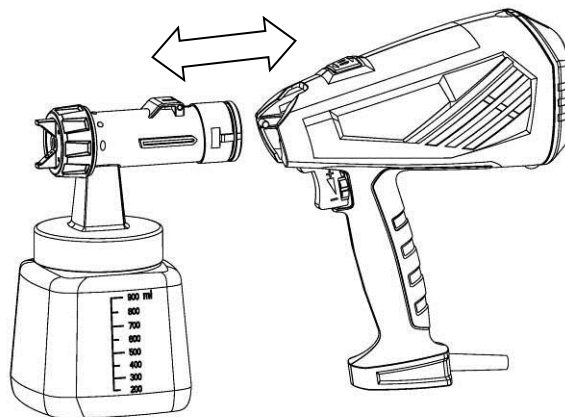

Fig. 8
- 2) Demontati pistolul de pulverizare . Apasati butonul de deblocare în jos (fig. 8) .